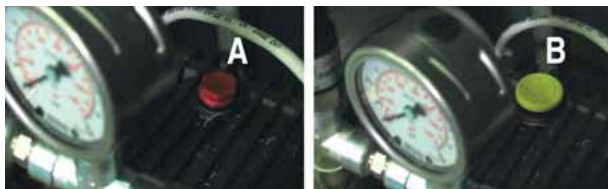

Fig. 2.n
1. Sustituir el tapón de aceite superior de la bomba: Sustituir el tapón ciego del aceite superior (Fig. 1.a, A), usado sólo para el transporte, con el que tiene un orificio de respiración (Fig. 2.a, B) a utilizar en el funcionamiento normal; Conservar el tapón ciego para posibles transportes futuros.